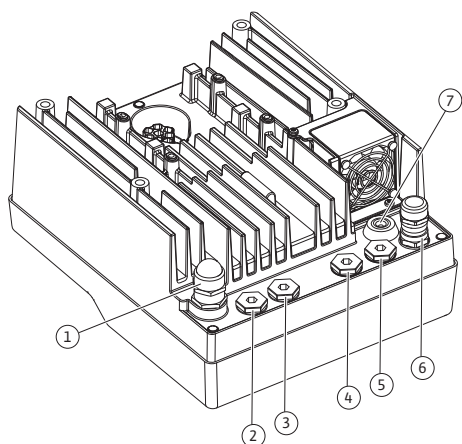

Fig. 18: Kaabli keermesühendused / kaabli läbiviigud
4. Viige ühenduskaabel läbi kaabli keermesühenduse M25 (Fig. 18, pos. 1). Keerake kaabli keermesühendus kinni etteantud pingutusmomendiga.